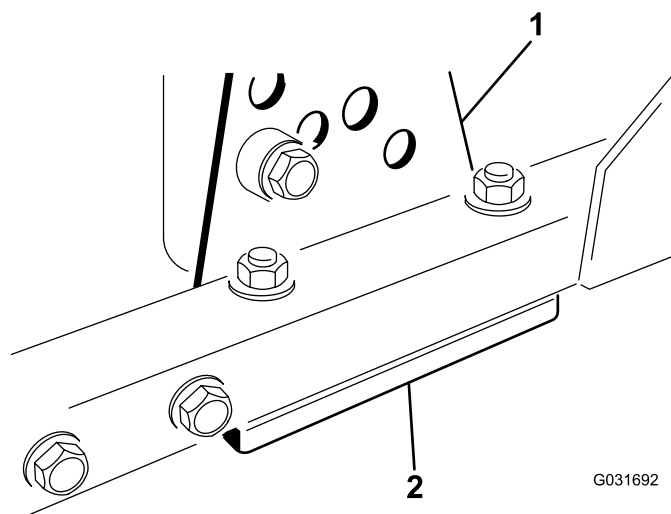

図 94
- 刈り高ブラケット前、左、右のうち1つをデッキのフレームから外す図 94。
- デッキフレームとブラケットとの間に厚さ 1.5 mm または 0.7 mm のシム、場合によってはこれらの両方を挿入して、希望する刈高を達成する図 94。